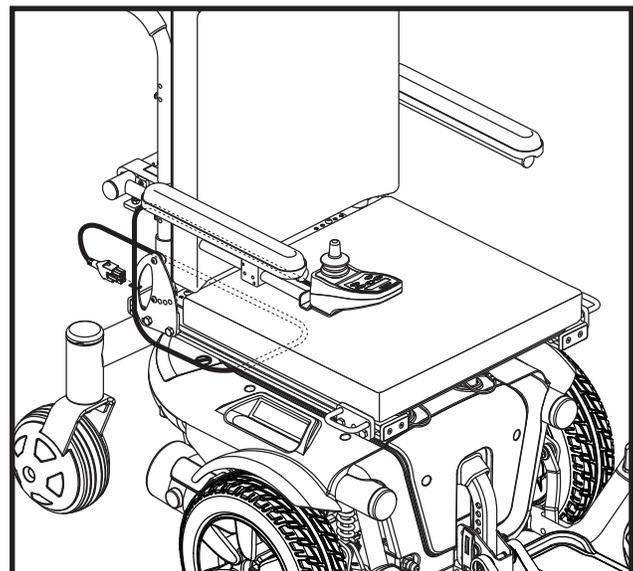

Figure 8. Emplacement du câble du module de contrôle du Siège Synergy
4. Installez le contrôleur et faites passer le câble du contrôleur vers l'arrière de la base motorisée. **Voir la figure 8.**